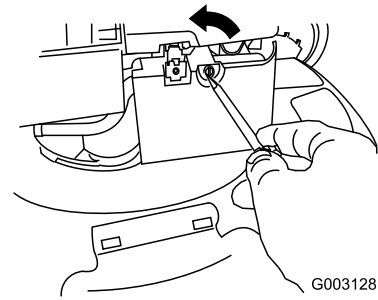

Bild 35
2. Öffnen Sie die Luftfilterabdeckung mit einem Schraubenzieher (Bild 35).